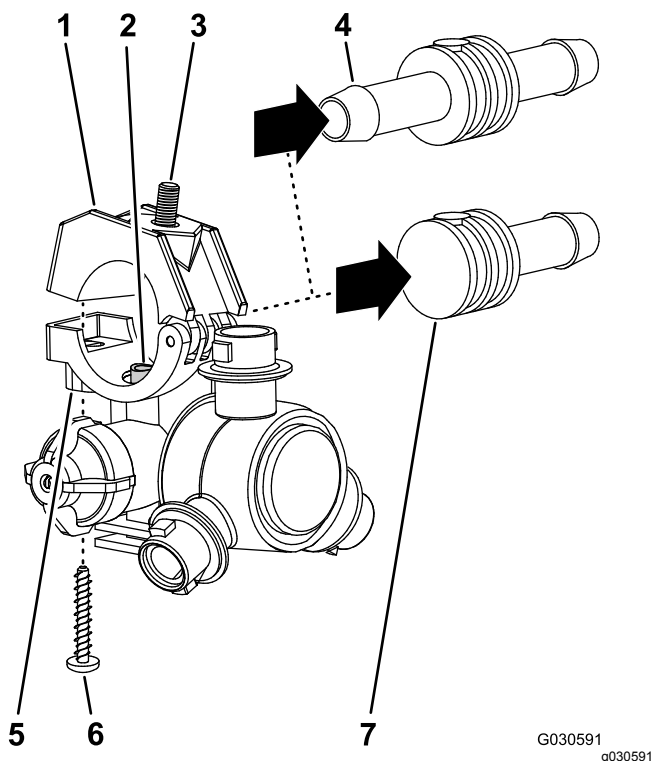

Figure 50
2. Retirez la vis en acier inoxydable (n° 12 x 1 1/4") qui fixe le demi-collier supérieur et l'anneau cannelé simple ou double (3/4") sur le corps de la buse de pulvérisation, et séparez l'anneau cannelé et le flexible de la buse (Figure 50).